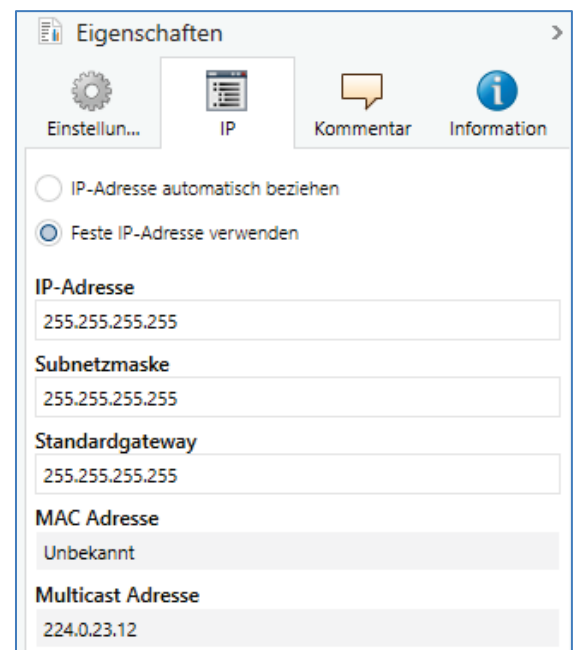

Abbildung 8: Einstellung der IP-Adressdaten des Geräts unter dem Reiter „IP“ in der Sidebar der ETS.
3. Wählen Sie den Reiter „IP“ entsprechend Abbildung 8. Wählen Sie nun entweder